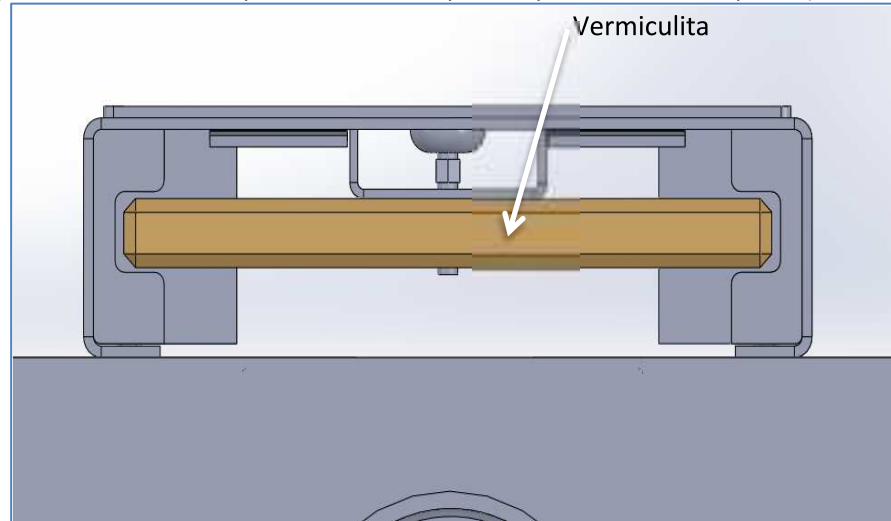

Ilustración 9. Colocación vermiculita
- 6) Colocada y fijada la estufa correctamente, desembalamos la Pieza Nº 6, y la colocamos dentro de la Pieza Nº 4, haciéndola pasar entre las ranuras de la pieza Nº 7 dejándola centrada, realizada esta operación colocamos la Pieza Nº 5 sobre la parte superior del apoyo estufa, haciendo que los salientes queden por dentro de la pieza (Ilustración 9)-